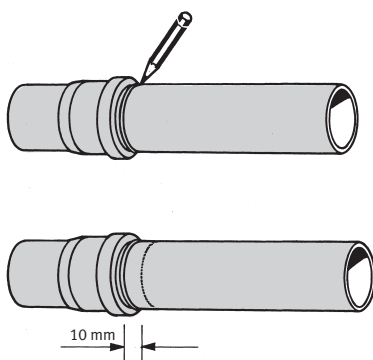

Fig. 3
- 4 Acople el tubo hasta el tope y, luego, extráigalo 10 mm (Fig. 3).